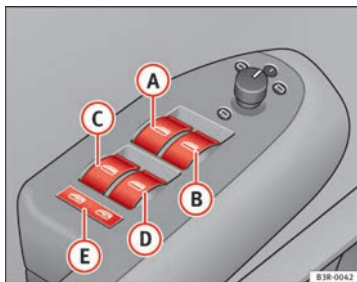

Abb. 79 Ausschnitt aus der Fahrertür: Schalter
- A** Schalter → Abb. 79 für das Fenster in der Fahrertür
Mit dem Sicherheitstaster ⇒ **Abb. 79**  können die Schalter an den hinteren Türen außer Betrieb gesetzt werden. Nur wenn der Schalter hineingedrückt ist, lassen sich die Fenster von den Fondsitzen aus öffnen oder schließen.